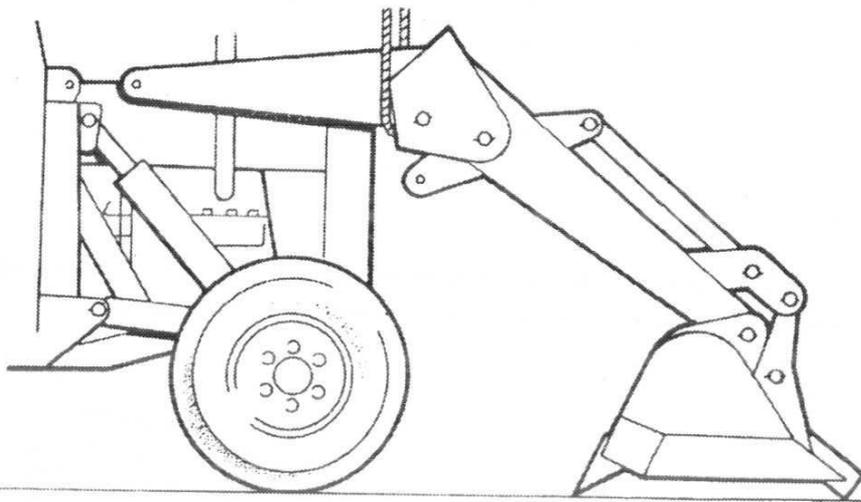

fig 34
- 5 - Maintenir les bras à l'aide d'une élingue (voir fig. 34) ou de deux madriers (voir page 54).